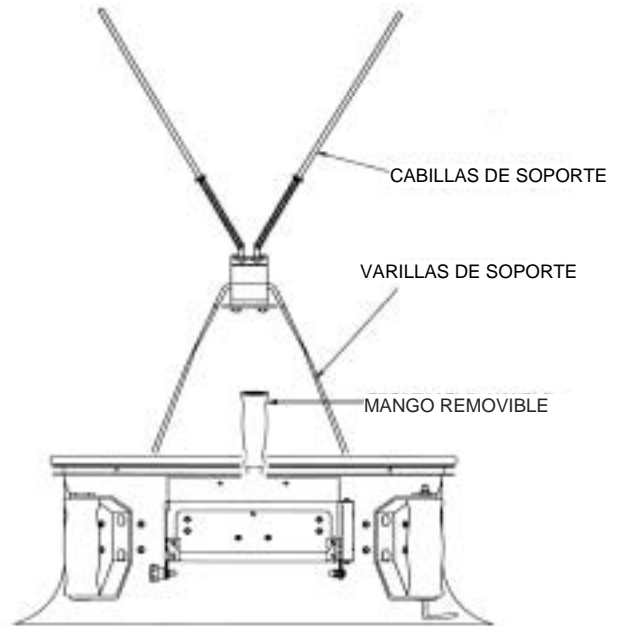

Figura 4—Asamblea del instrumento
- 4: El soporte de la caperuza tiene que colocarse tal como se muestra en Figura 4. Esto se hace al oscilar las varillas largas de modo de que se proyecten en la dirección opuesta de las cortas que sujetan los resortes. Tome una de las patas de alambre en cada mano. En las esquinas de la base se encuentran las tuberías que contienen una serie de agujeros a lo largo de un lado. Los extremos de las varillas largas tiene que insertarse en el agujero inferior de cada tubería de esquina. Si después se descubre que la caperuza no está tan tirante como se necesita, las varillas se pueden mover hacia arriba para compensar.
- 5: Las cabillas de soporte ahora se pueden deslizar sobre los extremos de las varillas cortas tal como muestra en Figura 4. Las puntas de aluminio en las cabillas tienen que estar al frente de la parte superior. Si se va a usar la caperuza 60 x 120 cm (2 x 4 pies) o la de 90 x 90 cm (3 x 3 pies), se tiene que agregar un conjunto de extensiones de 20 cm (8 pulgadas) en cualquier de los extremos de las cabillas largas.
- 7: Se se desea, se puede instalar el mango removible. Atorníllelo en su rosca correspondiente tal como se muestra en Figura 4.